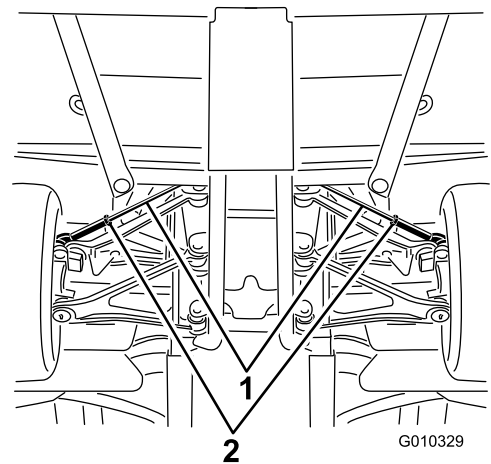

Figura 57
A. Afloje la contratuerca del centro del tirante (Figura 57).